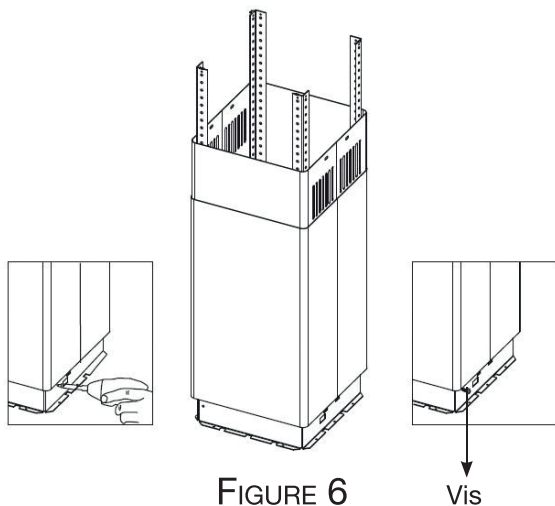

FIGURE 6
4) Installation des caches-conduits sur le groupe moteur (Figure 6)